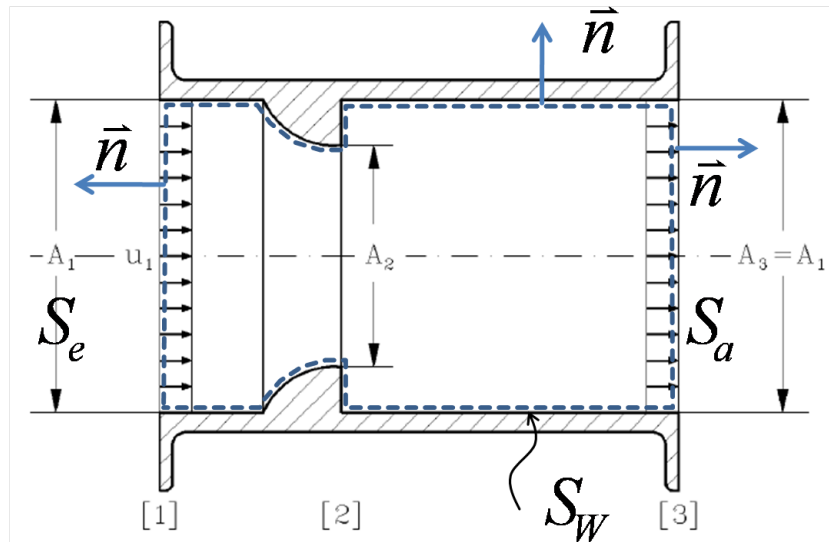

Abbildung 4: Messdüse
3) Die Kraft auf die Düse wird über den Impulssatz für das in Abbildung 4 eingezeichnete Kontrollvolumen bestimmt. Die Kraft wird nur eine Komponente in  $\vec{e}_x$ -Richtung haben, daher wird der Impulssatz in  $\vec{e}_x$ -Richtung verwendet: